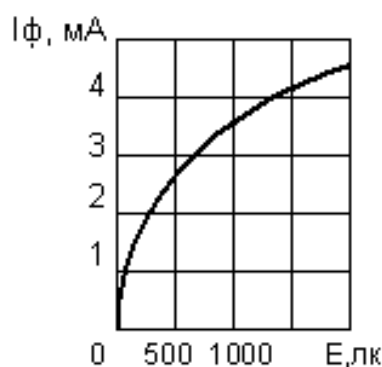

Рис. 2.7. Світлова характеристика фоторезистора.
- світлова або люкс-амперна характеристика (рис. 2.7);
**Світлова або люкс-амперна характеристика** фоторезистора представляє собою залежність фотоструму  $I_{\phi} = I_{св} - I_{т}$  від освітленості, де  $I_{св}$  та  $I_{т}$  – світловий і темновий струми відповідно. Фоторезистори звичайно мають сублінійну світлову характеристику (рис. 2.7).